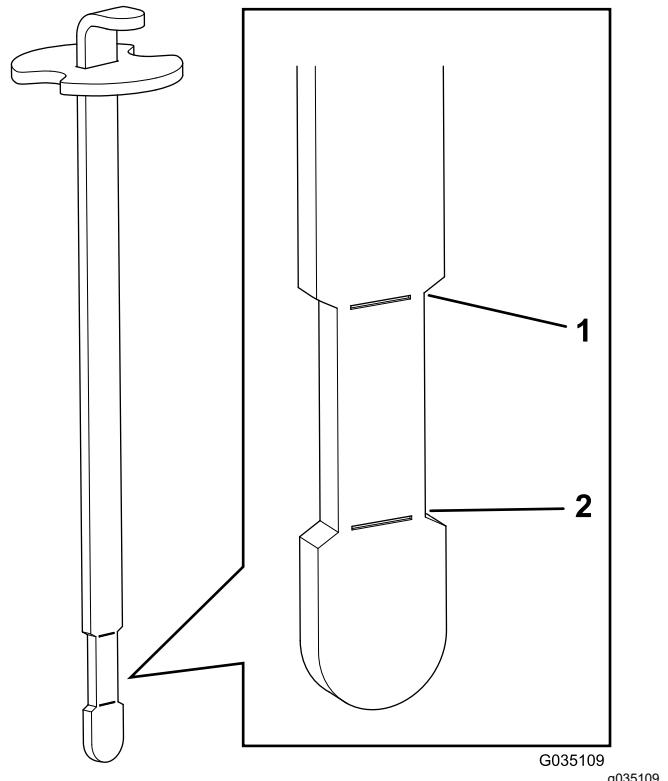

Figure 17
**Remarque:** Le niveau de liquide doit se situer entre les repères inférieur et supérieur (partie la plus étroite) sur la jauge (Figure 17).